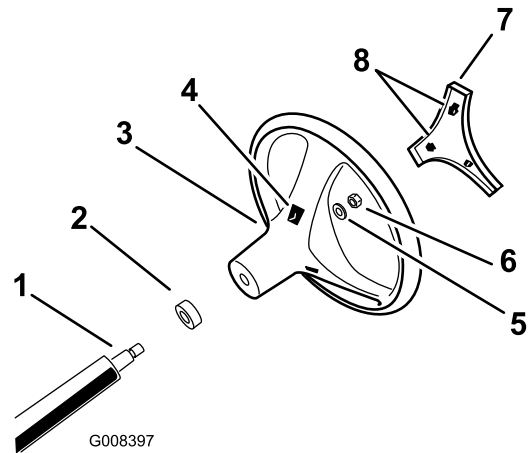

Bild 3
4. Befestigen Sie das Lenkrad mit der Sicherungsmutter an der Welle (Bild 3). Ziehen Sie die Sicherungsmutter mit 24-29 N-m an
5. Fluchten Sie die Nasen der Abdeckung mit den Schlitzen im Lenkrad aus und lassen Sie die Abdeckung an der Lenkradnabe einrasten (Bild 3).